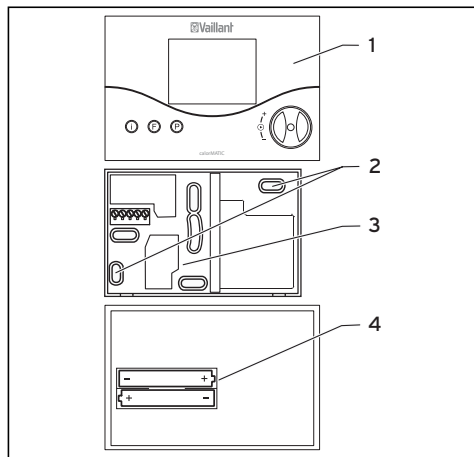

Fig. 9.2 Montering af rumtermostaten
- Bor to fastgørelseshuller **(2)** med en diameter på 6 mm (i overensstemmelse med fig. 9.2), og sæt de vedlagte plugs i.
- Læg de vedlagte batterier i batteriholderen (fig. 9.2, pos. 4) på bagsiden af termostaten. Sørg for, at batteriernes polaritet er korrekt.